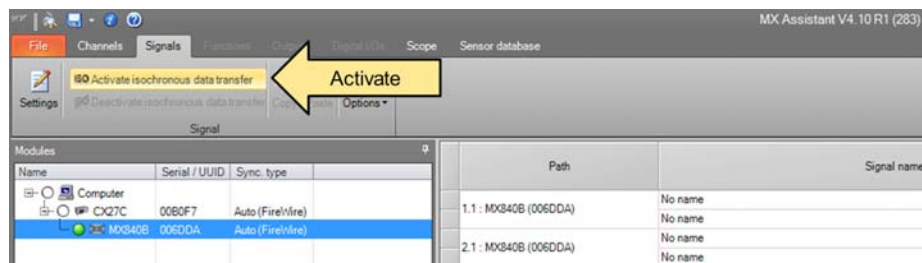

図. 5.3 アイソクロナスデータ伝送の起動
5. [Signals]タブで、アイソクロナスデータ転送を有効にします (参照図. 5.3)。